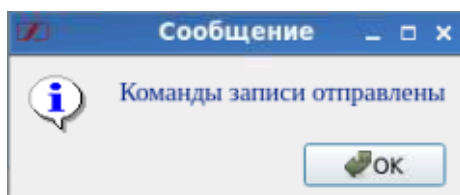

Рис. 4.5. Сообщение об успешном отправлении параметров
3. При успешной передаче всех параметров будет выдано сообщение, как на рис. 4.5.